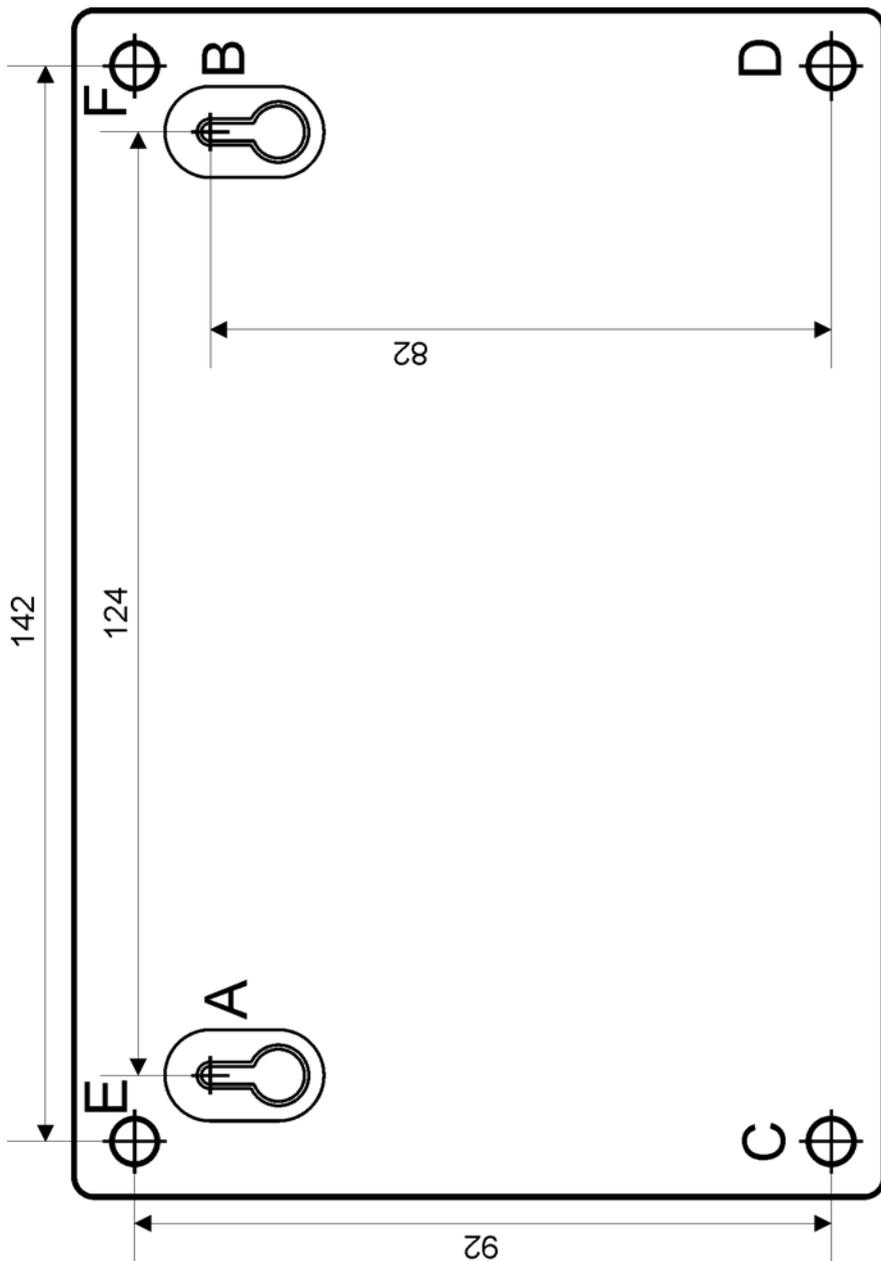

Рисунок 6. Шаблон для монтажа
3.1 Полностью прочтите настоящую инструкцию прежде, чем использовать шаблон (рис.6).
**3.3 Вариант 1.** Приложите к стене шаблон для монтажа (рис. 6). Просверлите 3 отверстия (А, В и на выбор С или D). Установите в отверстия дюбеля и вкрутите в 2 верхних дюбеля шурупы из комплекта поставки так, чтобы расстояние между головкой шурупа и стеной составляло около 7 мм.
**3.6 Вариант 2.** Приложите к стене шаблон для монтажа (рис. 6). Просверлите 3 отверстия (Е, F и на выбор С или D). Установите в отверстия дюбеля.